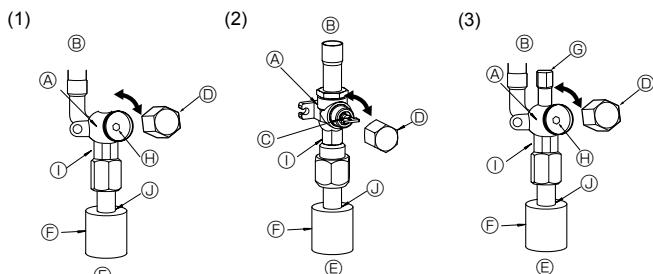
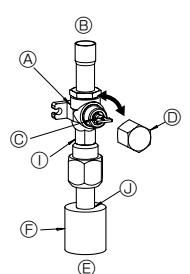
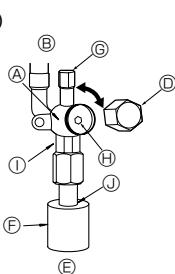

Fig. 4-5
Fig. 4-6
Fig. 4-7
(1) Gasside på SW75 (Fig. 4-5)
- ① Fjern dækslet, og drej ventilsindlen mod uret så langt som muligt vha. en 5 mm sekskantet skruenøgle. Stop med at dreje, når den når stopperen (ø15,88: ca. 13 omgang)
- ② Kontroller, at stopventilen er helt åben og drej hætten tilbage til den oprindelige position.
(2) Gasside på SW100, 120 (Fig. 4-6)
- ① Afmonter hætten, træk håndtaget hen imod Dem og drej en 1/4 omgang mod uret for at åbne.
- ② Kontroller, at stopventilen er helt åben, skub håndtaget ind og drej hætten tilbage til den oprindelige position.
(3) Væskeside på SW75-120 samt gas-/væskeside på SW40-75 (Fig. 4-7)
- ① Fjern dækslet, og drej ventilsindlen mod uret så langt som muligt vha. en 4 mm sekskantet skruenøgle. Stop med at dreje, når den når stopperen (ø9,52: ca. 10 omgang).